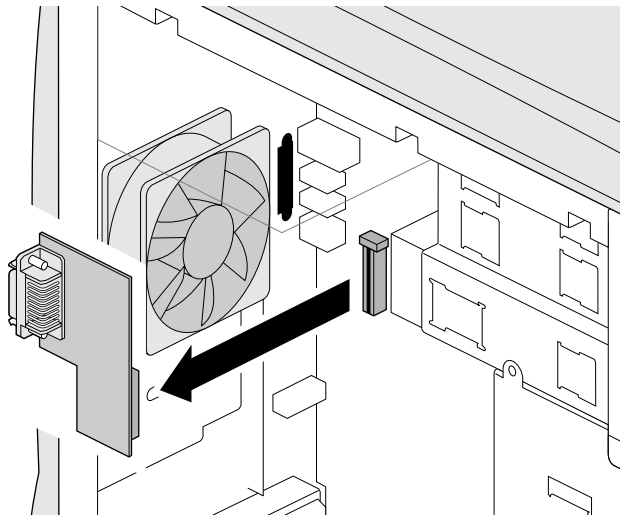

Figura 5-9 Rimozione della scheda video opzionale
5. Rimuovere la scheda video opzionale estraendola delicatamente dal connettore, come illustrato nella Figura 5-9.